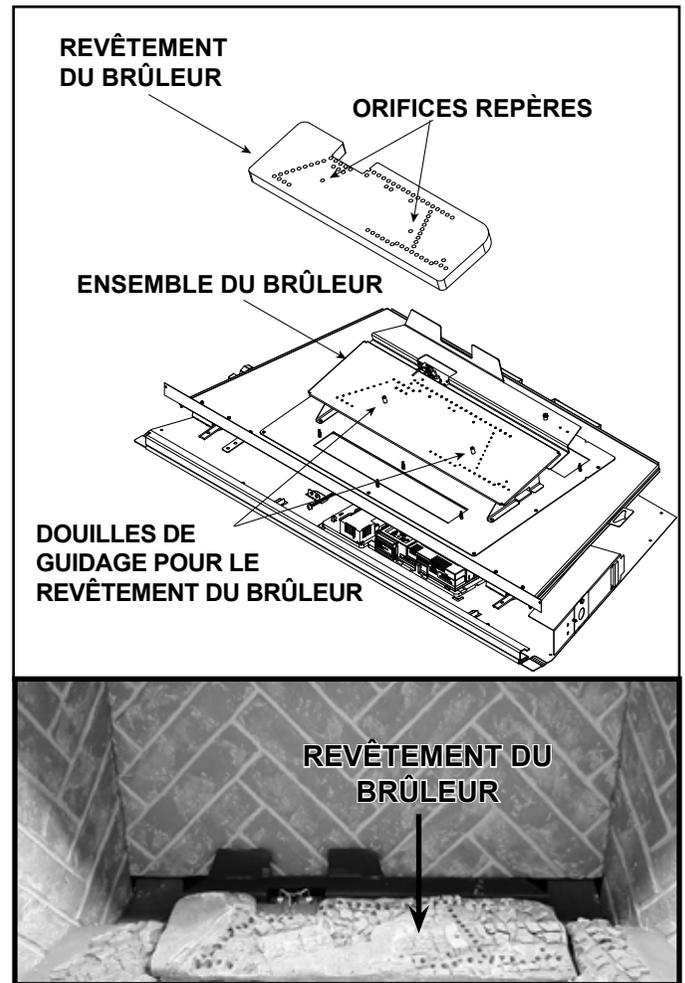

Figure 11.25 Revêtement du brûleur installé
3. Pour installer le revêtement du brûleur, faites correspondre les trous de positionnement avec les douilles de guidage. Installez le dessus en fibres du brûleur de façon à ce qu'il touche le module du brûleur situé dessous. Voir la figure 11.25.